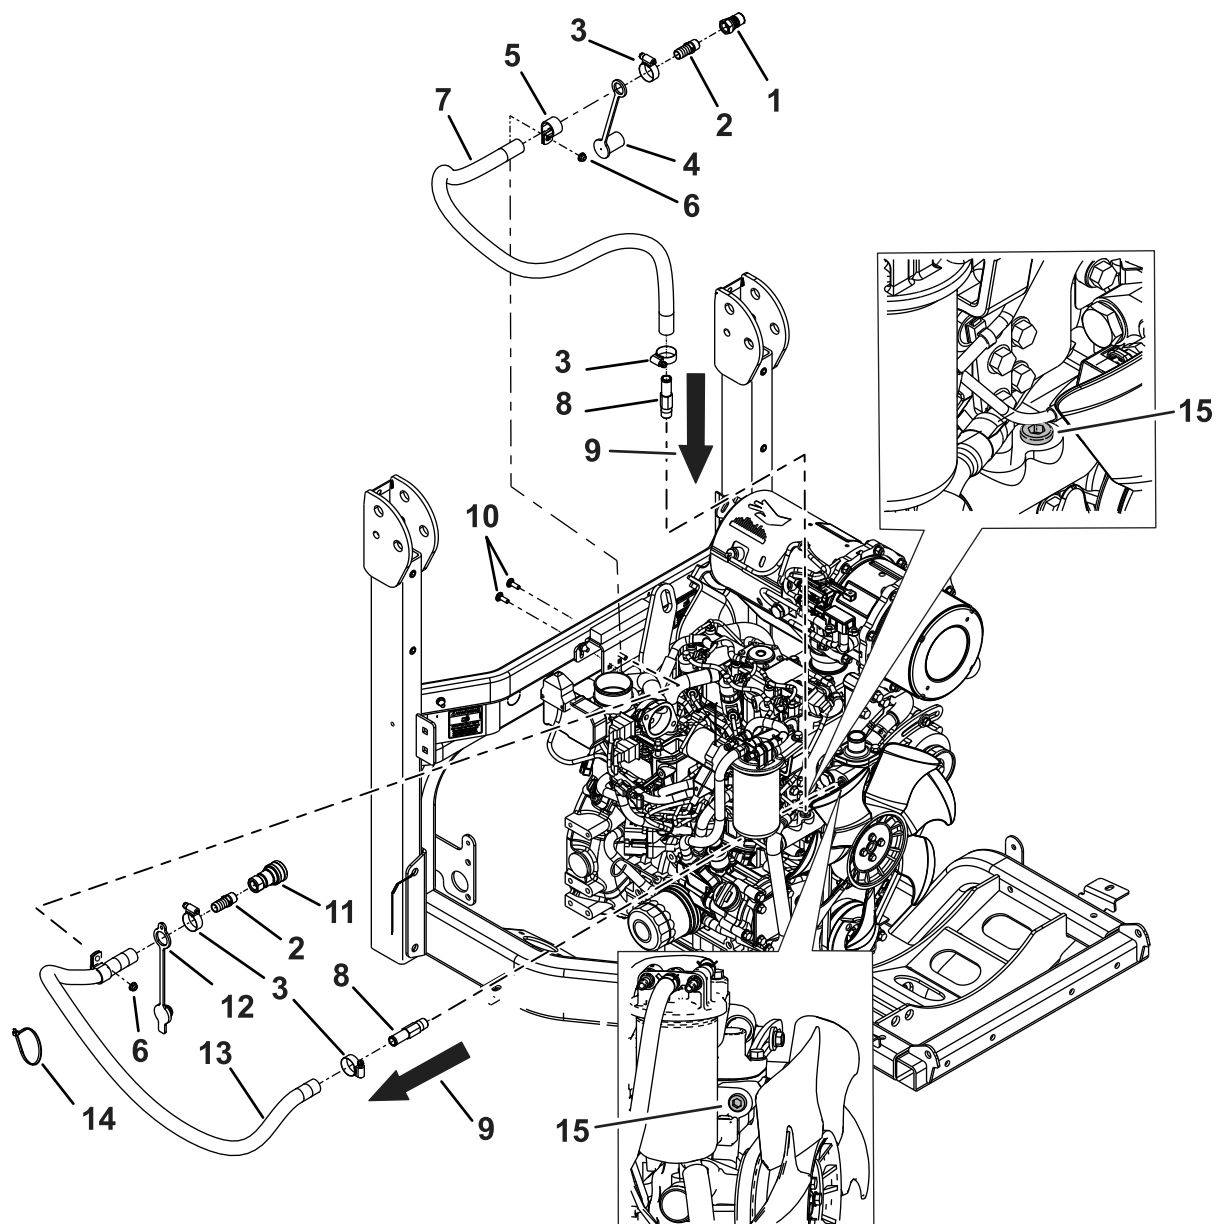
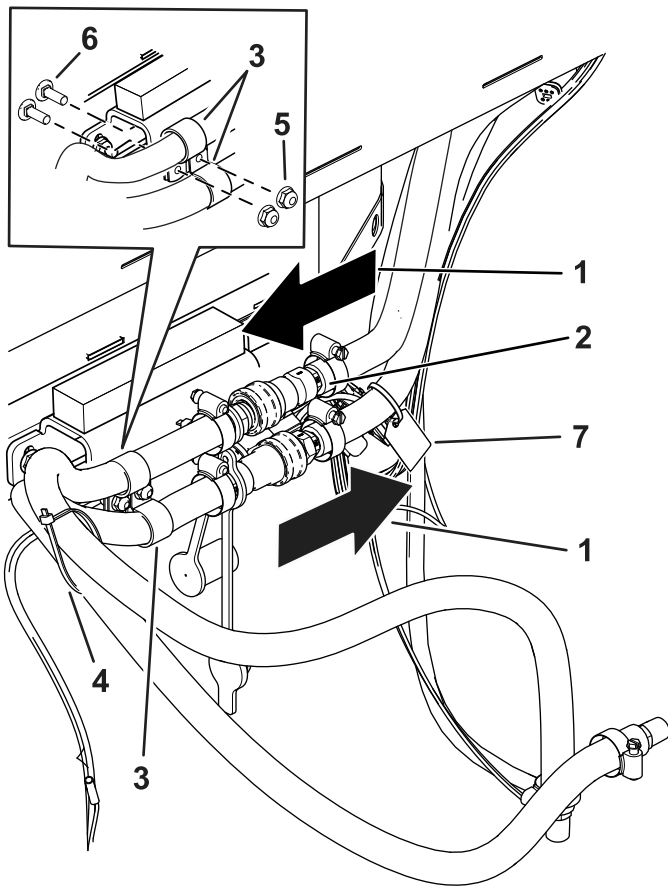

Figura 24
Figura 25
9. Localice y retire los tapones del motor indicados en la Figura 24.
3. Coloque los tapones guardapolvo sobre el extremo dentado de los conjuntos (Figura 24).
4. Enrosque los acoplamientos rectos ($\frac{3}{8}$ " NPT x $\frac{5}{8}$ " dentado) en los acoplamientos macho y hembra (Figura 24).
6. Introduzca el extremo dentado de los conjuntos en las mangueras y fíjelos con las abrazaderas (Figura 24).
| 10. Aplique sellador de tubos a las roscas de los acoplamientos del motor. | 14. Coloque las mangueras sobre los extremos dentados de los acoplamientos del motor y sujételas con las abrazaderas (Figura 24). |
| 11. Introduzca los acoplamientos del motor en los orificios y apriételos con la presión de los dedos solamente. | 15. Instale las abrazaderas en R alrededor de las mangueras (Figura 24). |
| 12. Apriete los acoplamientos con la mano, luego 2 a 3 vueltas más. | 16. Sujete las mangueras a la parte trasera de la cabina con 2 pernos de cuello cuadrado y 2 tuercas (Figura 24 y Figura 25). |
17. Sujete las mangueras lejos de las piezas en movimiento y de las superficies calientes con bridas (Figura 25).